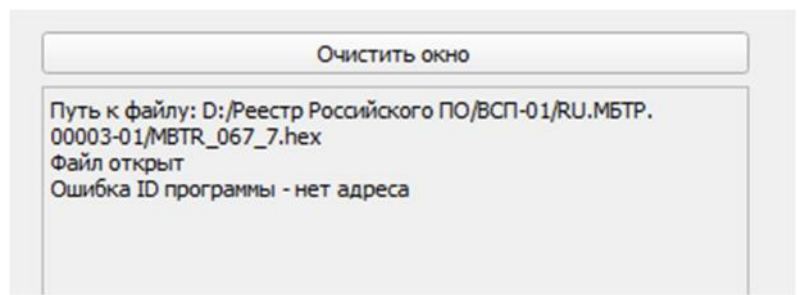

Рис. 10 – Выбранный файл не соответствует плате
13. Необходимо выбрать файл, соответствующий выбранной плате и нажать кнопку «Открыть». В случае ошибочного выбора файла в информационном окне появится сообщение «Ошибка ID программы – нет адреса» (рис. 10). В этом случае необходимо повторить пункты 12 и 13.